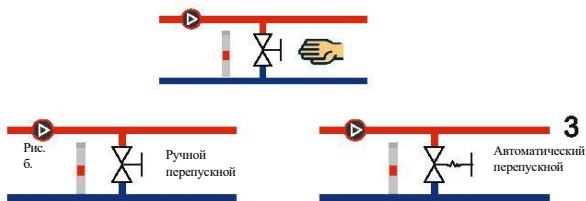

Рис. 10
8.2.2 Компоненты перепускного клапана системы: Расходомер А (как показано на рисунке а). Если все клапаны закрыты, необходимо обеспечить минимальный расход. Настройка насоса зависит от типа перепускного клапана: установлен ли ручной перепускной клапан или перепускной клапан с температурным контролем (как показано на рис. 10).